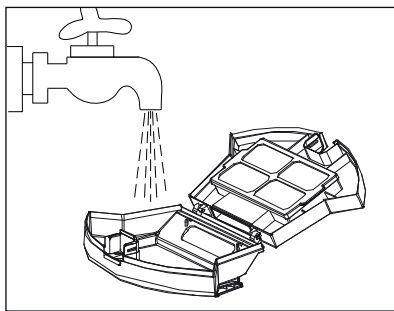

Fig. 12
- 6) Rengør støvbeholderen **14** og sigtefilteret med koldt eller lunkent vand (se fig. 12). Lad støvbeholderen **14** og sigtefilteret lufttørre helt, før du sætter støvbeholderen **14** ind i produktet igen.